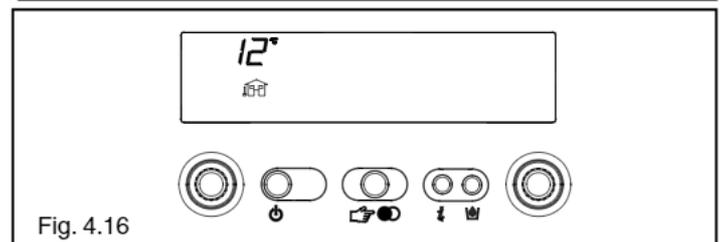

Fig. 4.16
- 1 solo con sonda esterna collegata, visualizza la temperatura esterna (esempio 12 °C) (fig. 4.16). I valori visualizzati dal display sono compresi tra - 30 °C e 35 °C. Oltre questi valori il display visualizza "- -"